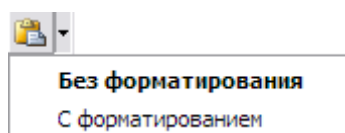

Рис. 3.39
Инструмент **Вставить**  используется для вставки в документ содержимого буфера обмена. В выпадающем меню можно выбрать вставку без форматирования или с форматированием (Рис. 3.39).
3. Откройте список инструмента **Вставить**  и выберите один из пунктов – **Без форматирования** или **С форматированием** (Рис. 3.39).